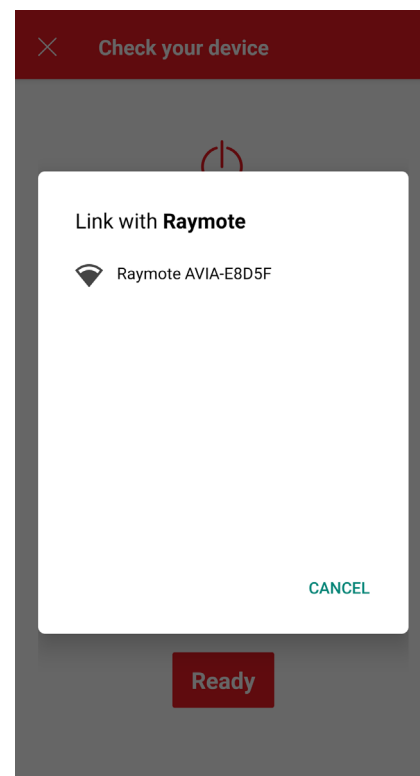

Figure 83. Lien Raymote
2. Selon votre configuration, un ou plusieurs appareils apparaîtront sur l'application. Voir **Figure 83**. Sélectionnez l'identifiant correspondant au nom de l'appareil, comme indiqué à la **Figure 83**.